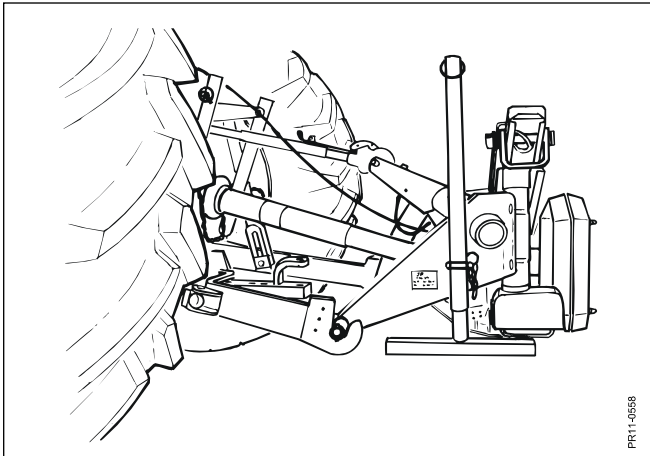

Fig. 2-4
- Fig. 2-4:** Då maskinen skall stå fråkopplad, skall stödfoten sänkas ner, ställas mot marken och säkras med fjädersprinten.